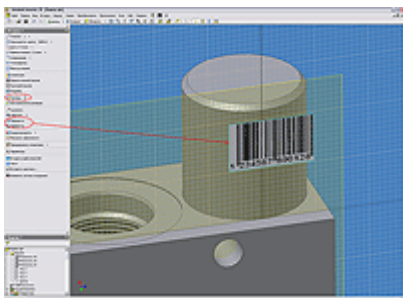

Рис. 7
7. Далее размещаем картинку на плоскости эскиза. Для более точного расположения и направления картинку используем стандартные команды палитры инструментов (Размеры; Перенести; Повернуть) (см. Рисунок 7).